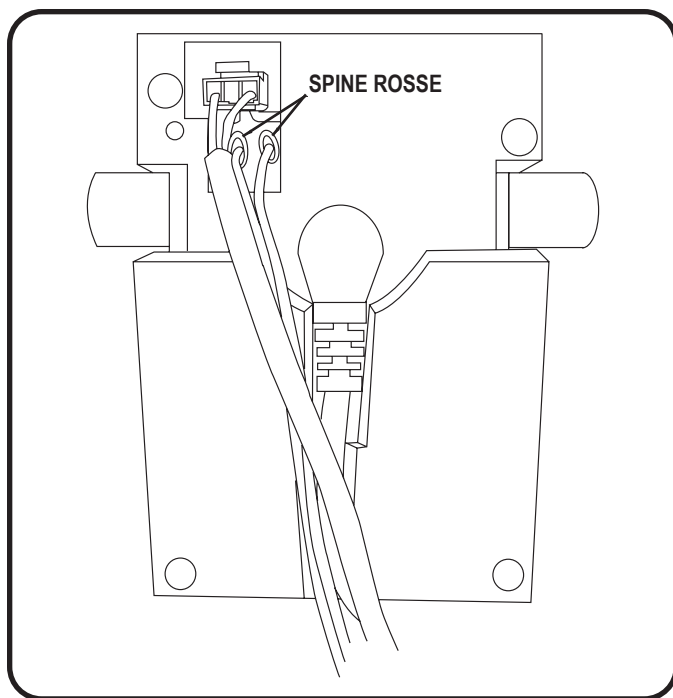

Figure 5.2 Spine per interruttori di sicurezza
2. Se i motori non sono sincronizzati, scollegare una delle due spine rosse dell'interruttore di sicurezza dalla scatola di controllo del motore (**Fig. 5.2**).
4. Ricollegare la spina rossa dell'interruttore di sicurezza alla scatola di controllo del motore (**Fig. 5.2**).